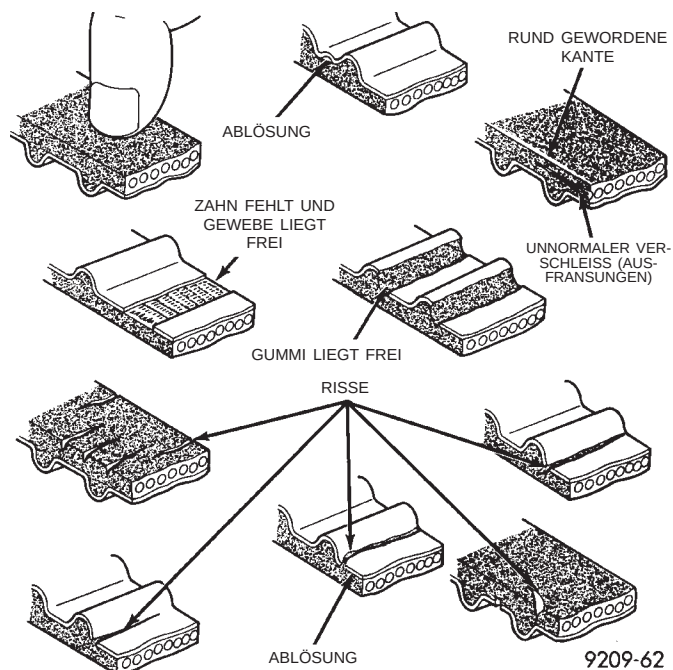

Abb. 120 Zahnriemen prüfen
- (1) Antriebsriemen für Zusatzaggregate ausbauen. Siehe hierzu Kapitel 7, "Kühlsystem".
- (2) Zahnriemenabdeckungen ausbauen. Siehe entsprechende Anleitung in diesem Abschnitt.
(3) Beide Seiten des Zahnriemens prüfen. In folgenden Fällen ist der Riemen zu erneuern (Abb. 120):
(4) Trifft keine der obigen Bedingungen auf den Riemen zu, kann die Riemenabdeckung wieder angebracht werden.